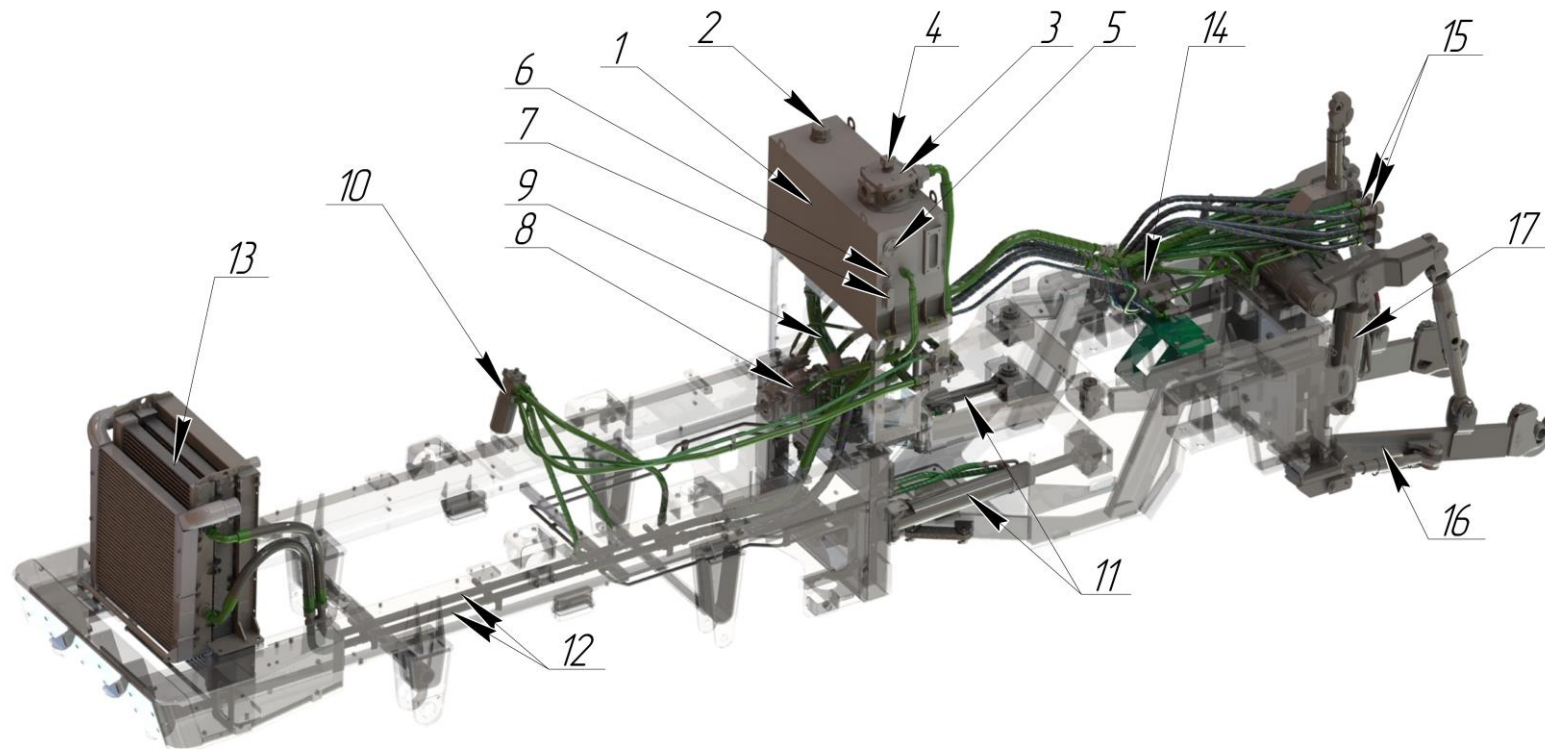

Рис.8. Система гидравлическая управления поворотом и рабочим оборудованием
- 3) снять крышку с горловины 2 рис.8 залить ~160 л масла, уровень контролировать по смотровому окну 5 рис.8.